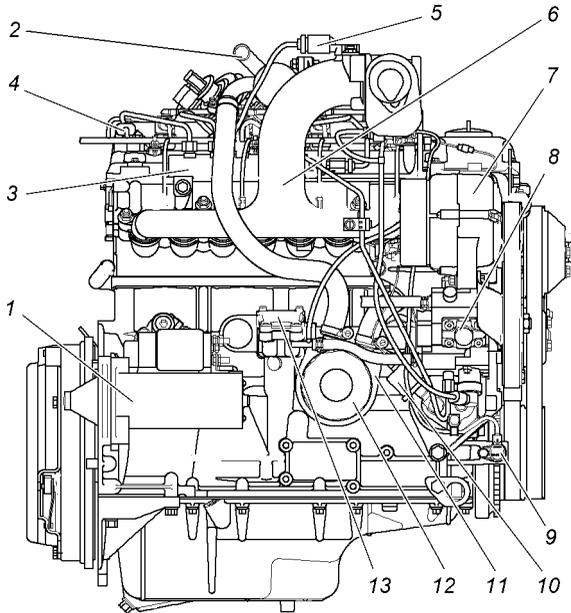

Рис. 9.11. Двигатель 3МЗ-51432 (вид справа):
- заменить масляный фильтр 12 (см. рис. 9.11);